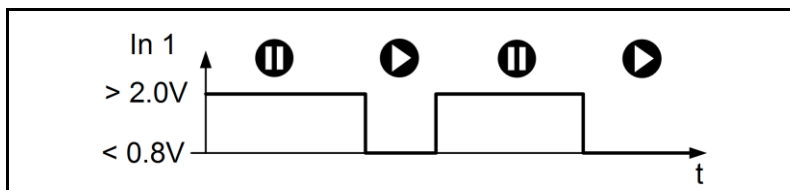

Fig. 58: Démarrage / arrêt contrôle de niveau
- ➔ La pompe démarre l'opération de pompage lorsque le niveau est inférieur à 0,8V et l'arrête lorsque le niveau est supérieur à 2,0V (voir Fig. 58).